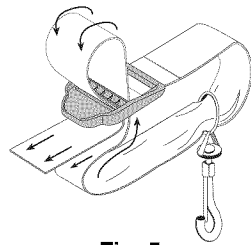

Fig. 5
2. Pase la correa sobre la barra transversal y hacia abajo a través de la ranura de la hebilla (Fig. 5).